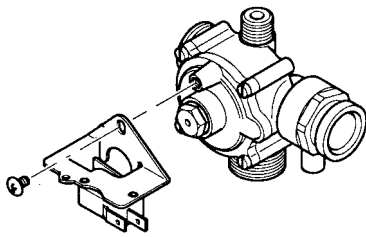

Fig. 33
8.6 Pressure Differential Valve (Fig. 33, 34)
8.6 Pressostat différentiel (Fig. 33, 34)